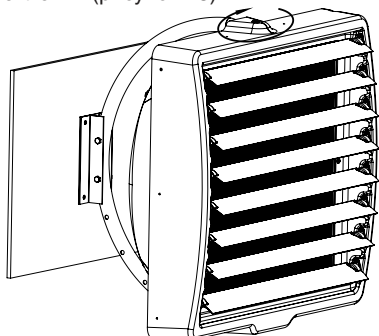

Рис.13
7.14 Диаметр зон поворот 90° относительно оси крепления (рисунок 13).